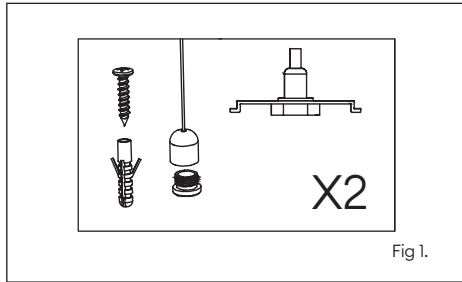
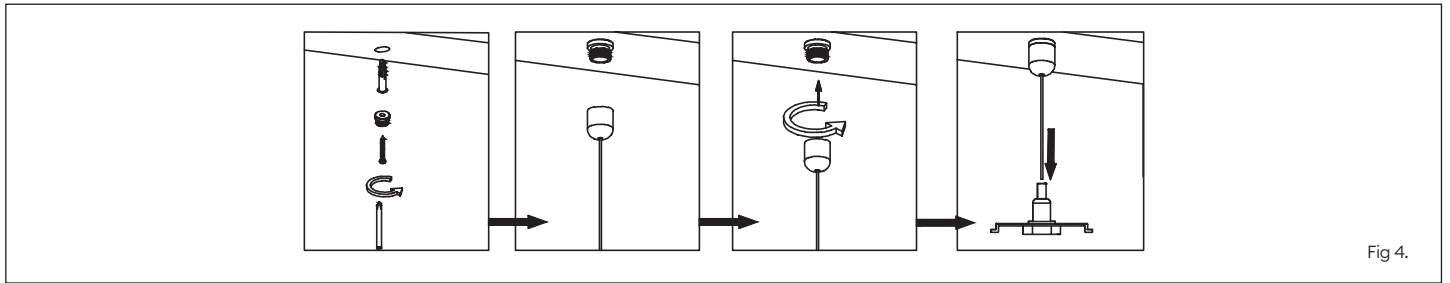

Fig 1.
Fig 4.
3. Attach suspension cables to ceiling using supplied fixings (Fig 1-2), if using the supplied wall plugs, drill Ø 6mm holes (Fig 4), and set desired suspension length
3. Fixez les câbles de suspension au plafond à l'aide des fixations fournies (fig. 1 et 2). Si vous utilisez les chevilles fournies, percez des trous de Ø 6 mm (fig. 4). Réglez la longueur de suspension.
3. Fissare i cavi di sospensione al soffitto utilizzando i fissaggi in dotazione (Fig. 1-2); se si utilizzano i tasselli in dotazione, praticare dei fori di Ø 6 mm (Fig. 4) e impostare la lunghezza di sospensione desiderata.